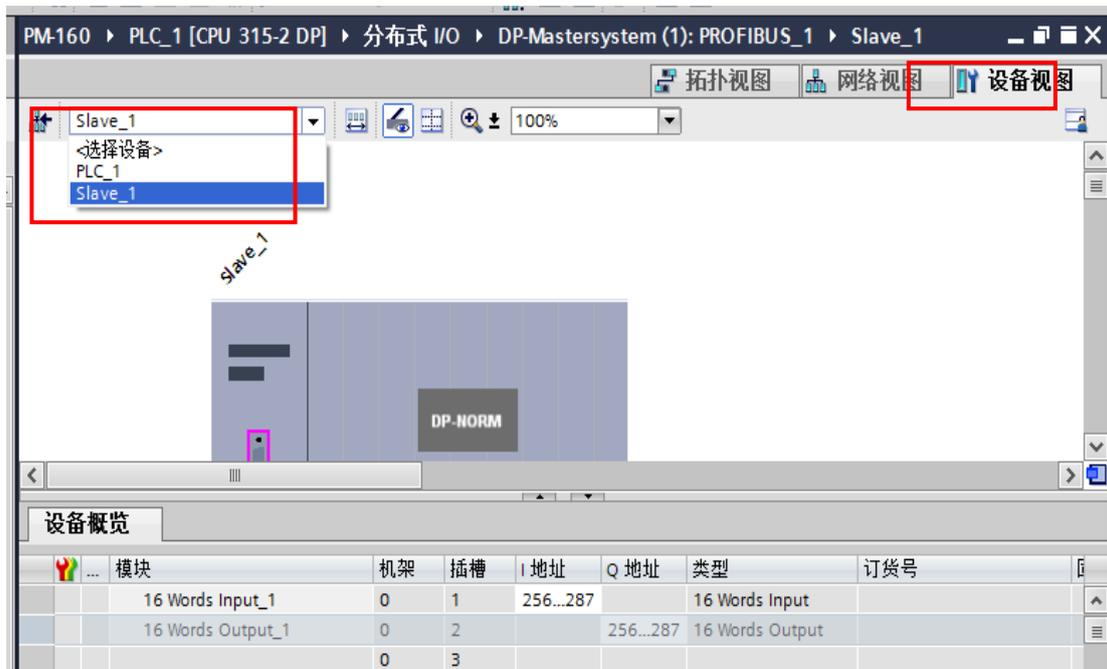
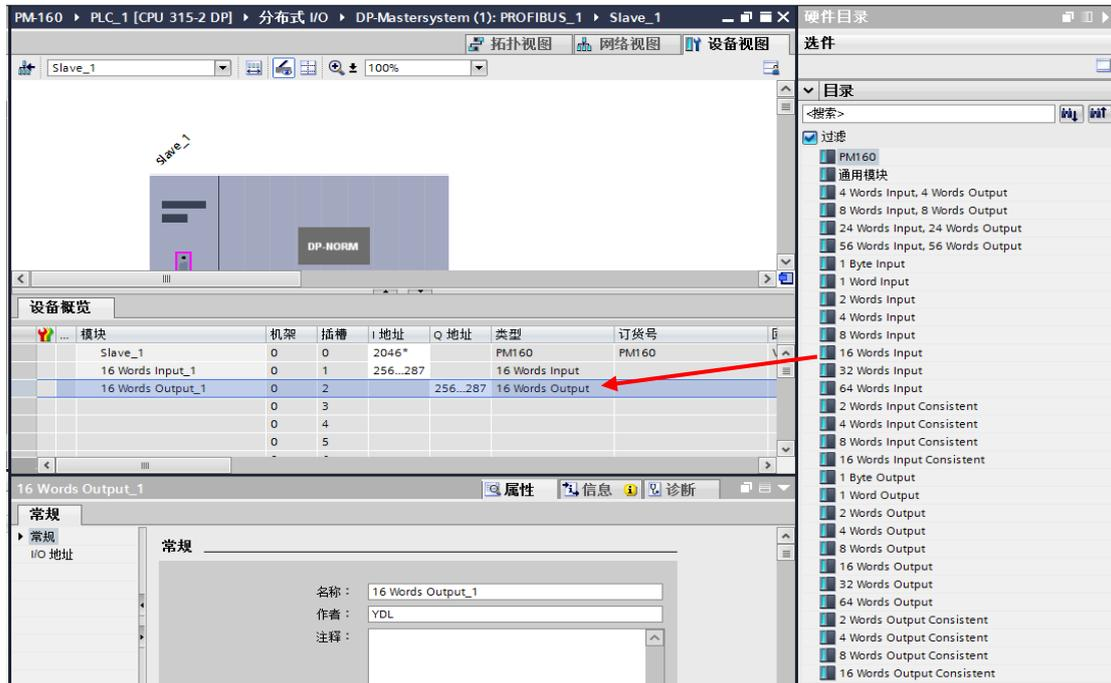

图 22 设备视图窗口
图 23 添加数据块
3.5 PM-160 建立 DP 连接后选择进入设备视图界面，然后点击选中 Slave-1 模块（或点击设备视图后，在窗口左上方选择设备中选择 Slave-1，如图 22），双击或拖动右侧目录窗口中所需的数据块，添加到“设备概览”下的槽位中，如图 23 所示：